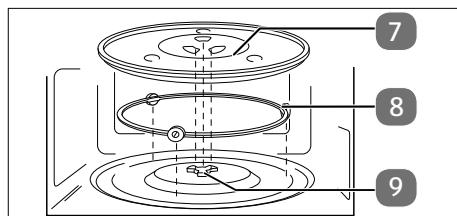

Fig. 5 – Colocación del plato giratorio de cristal
- ▶ Introduzca el aro giratorio en la cavidad del espacio de cocción y, a continuación, coloque el plato giratorio de cristal centrado en el eje de accionamiento (véase Fig. 5) de modo que las barras del plato giratorio se sitúen entre las hojas del eje de accionamiento.